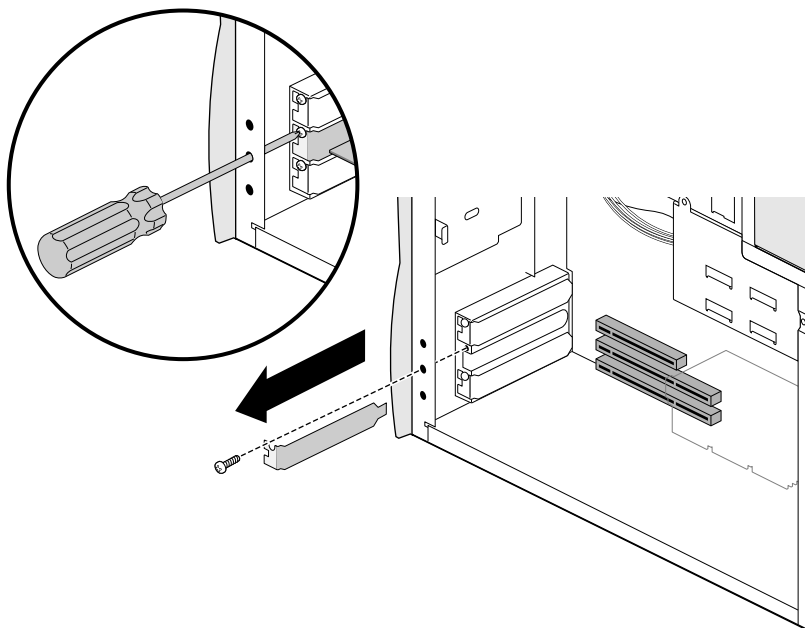

図 5-1 PCI カードスロットからのカバープレートの取り外し
5. PCI スロットの開口部がカバープレートで覆われている場合は、プレートを取り外します (図 5-1)。